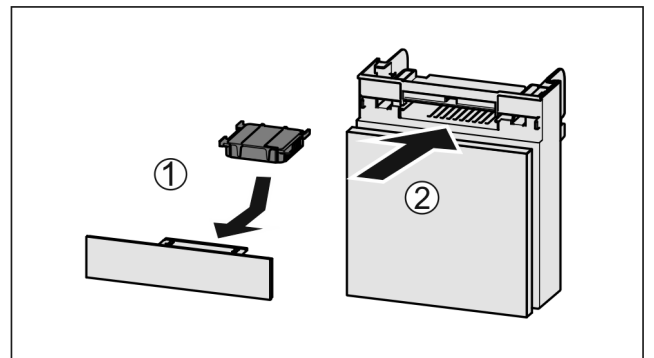

Fig. 51
- Insérer le filtre à charbon actif d'après le schéma Fig. 51 (1).
- Insérer le compartiment Fig. 51 (2).